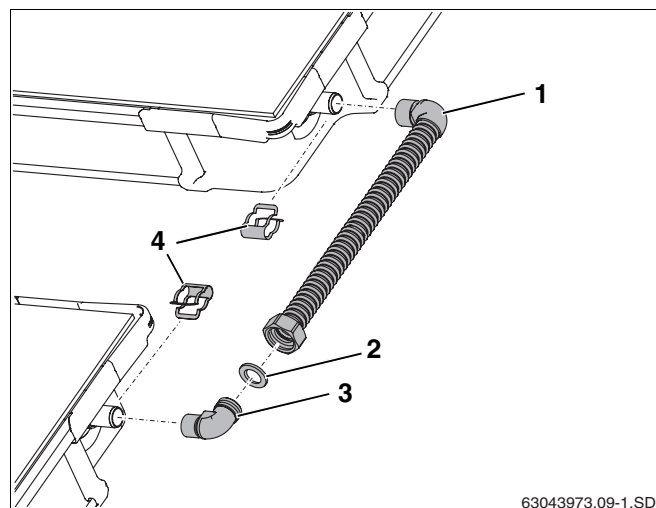

Рис. 40 Комплект для соединения двух рядов коллекторов
- Уложить уплотнение (рис. 40, **поз. 2**).
- Вставить уголок (рис. 40, **поз. 3**) в накидную гайку, выровнять и прикрутить.
- Надеть соединительную трубу (рис. 40, **поз. 1**) на штуцеры коллекторов и зафиксировать зажимами (рис. 40, **поз. 4**) из комплекта для подключения.